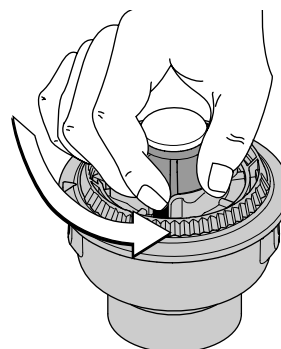

Fig. 54
1. Tenez la bobine extérieure et dévissez le bouton de butée à gauche (Fig. 54).